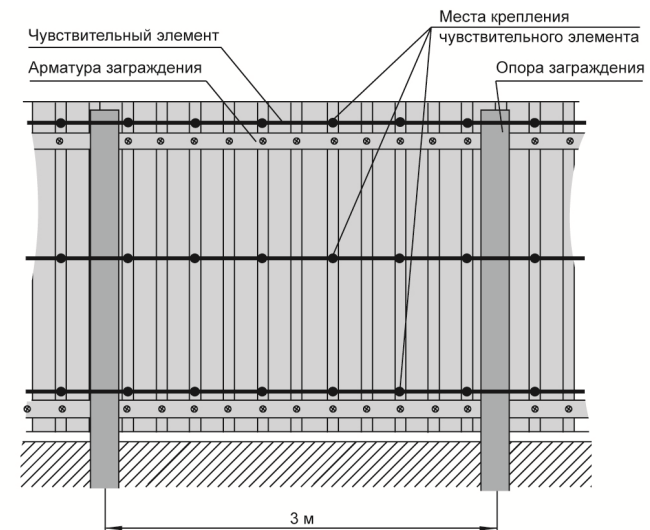
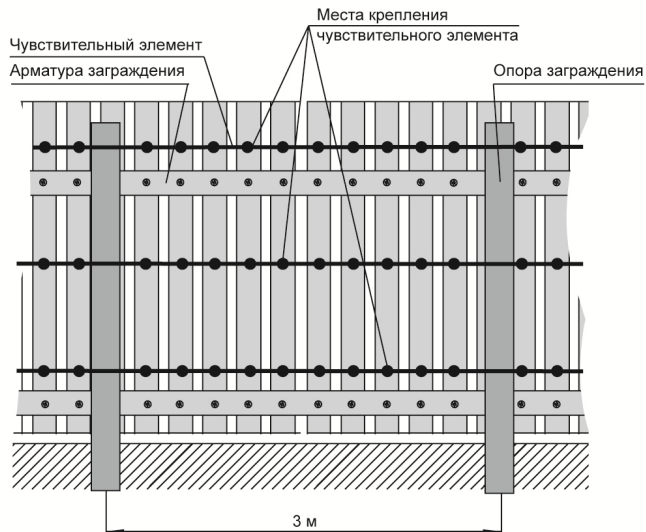

Рис. 6.6 – Заграждение из цельных металлических листов
Рис. 6.7 – Заграждение из деревянных материалов
- деревянных материалов, цельнометаллических и гофролистов - ЧЭ прокладываются согласно схеме, при этом узлы напряжения создают скобами (см. Рис. 6.6, Рис. 6.7).